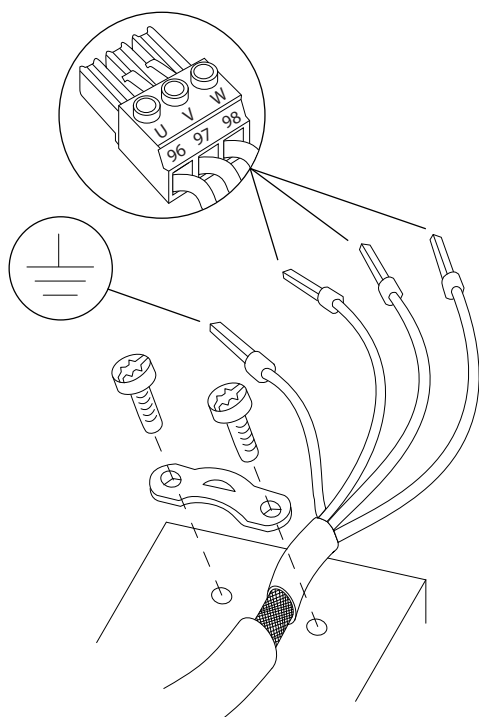

Рисунок 4.5 Подключение двигателя
- Подключите кабель заземления к ближайшей клемме заземления в соответствии с инструкциями по заземлению в глава 4.3 Заземление, см. Рисунок 4.5.
- Подключите проводку трехфазного двигателя к клеммам 96 (U), 97 (V) и 98 (W), см. Рисунок 4.5.